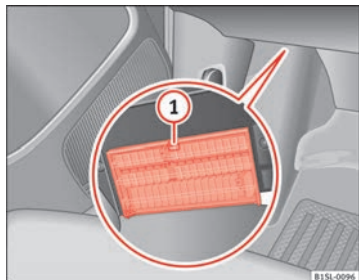

Abb. 150 Auf der Fahrerseite unter der Instrumententafel: Abdeckung des Sicherungskastens.
- **Öffnen:** Verriegelungshebel ⇒ Abb. 150 ① drücken, bis sich die Abdeckung öffnen lässt.
- **Schließen:** Abdeckung entgegen der Pfeilrichtung nach oben klappen, bis diese hörbar in den Verriegelungshebel ① einrastet.